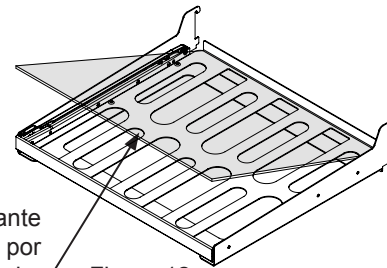

Figura 12
- (2) estante en voladizo con vidrio plano y cortes para vinos (vea la Figura 12).